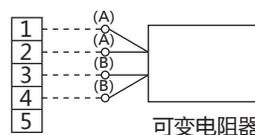

图 6.1 标定仪表的接线示例
1. 按照图 6.1 的接线示例，连接各设备并预热 3 分钟以上。请根据使用的传感器对输入侧进行接线。